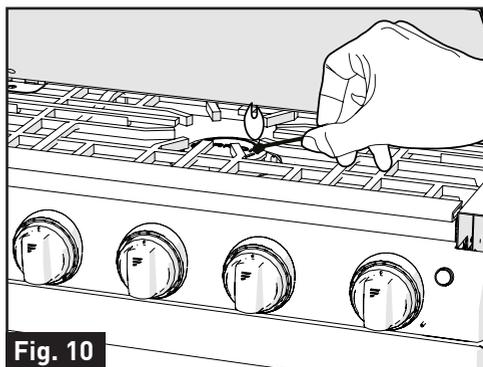

Fig. 10
4. **IMMÉDIATEMENT**, allumer et placer une allumette en bois (ou l'extension de l'allumette ou un briquet avec extension au butane) à travers les espaces dans la grille près des ports de brûleur pour allumer le brûleur. (Fig. 10)